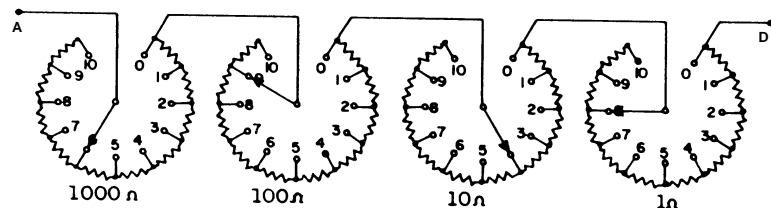

Figura 3 - Década de resistores para a resistência R_p .
- b. O resistor ajustável R_p é constituído de várias décadas de resistores, como mostra a Figura 3. A Figura 3 mostra quatro décadas de resistores, cujo incremento de resistência é de $1\ \Omega$, $10\ \Omega$, $100\ \Omega$ e $1000\ \Omega$ por posição, respectivamente.